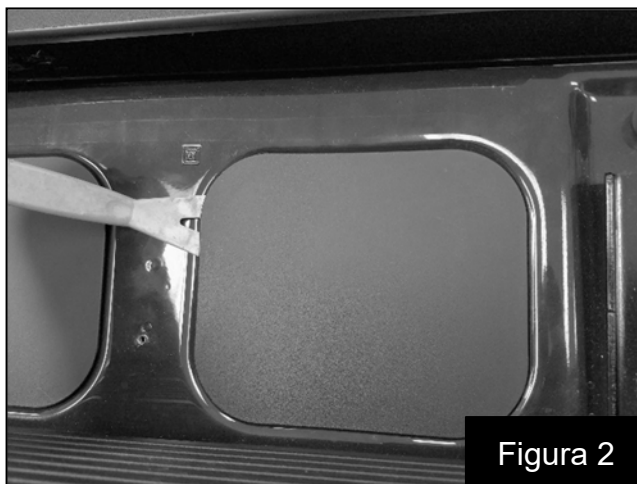

Figura 2
3. Retire los cuatro paneles de cubierta de plástico. Algunos vehículos pueden estar equipados con un kit de luces en dos de los paneles. Si está equipado con luces, las luces se volverán a instalar en el deflector del altavoz Kicker más adelante. Figura 2